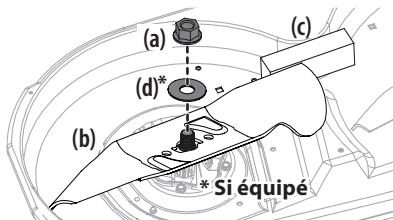

Figure 47
2. Utilisez une clé de 15/16 po pour maintenir l'écrou hexagonal au sommet de l'ensemble de la fusée en desserrant l'écrou hexagonal (a) et la rondelle (d)* retenant la lame (b). Vous pouvez placer une cale en bois (c) entre le carter du plateau de coupe et le tranchant de la lame (b) pour aider à débloquer l'écrou hexagonal (a) et la rondelle (d)* retenant la lame. Consultez la Figure 47.
2. Lorsque vous réinstallez les lames, assurez-vous de ce qui suit (consultez la Figure 47 on page 106) :